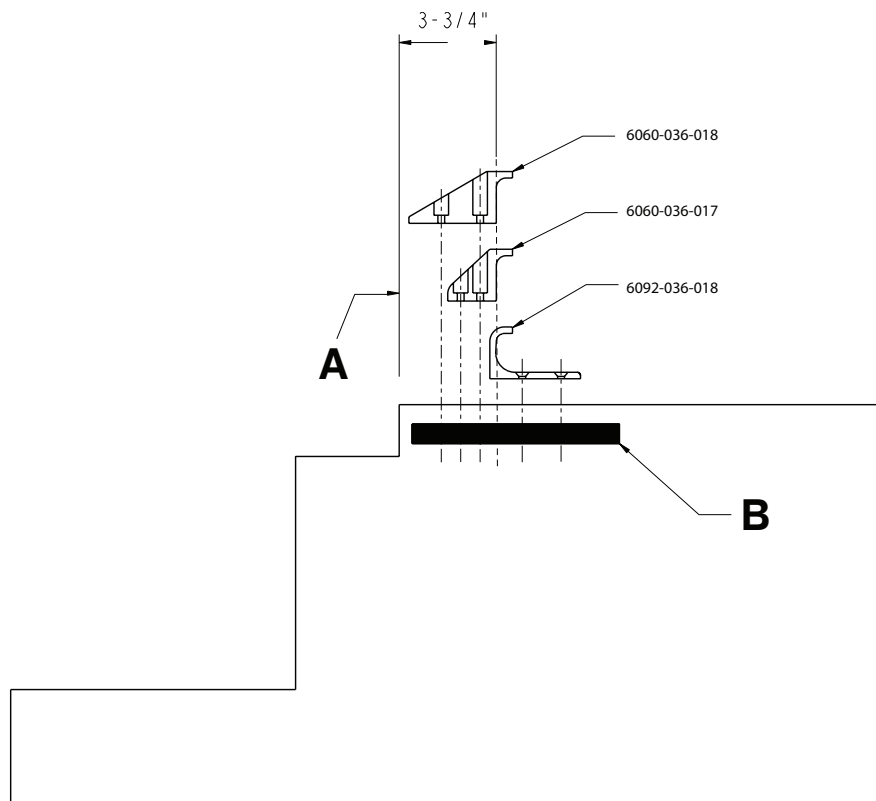

Рисунок 8 – Расположение предохранительного крюка автомобиля
2. Расположите предохранительный крюк автомобиля на расстоянии не менее 3 3/4 дюйма (9,5 см) от переднего края порога двери (A) (Рисунок 8). Рекомендуемое расстояние от направленной вперед части предохранительного крюка составляет не менее 3 3/4 дюйма (9,5 см).